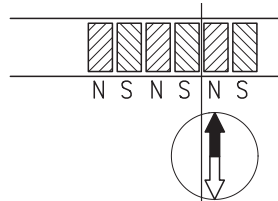

Abb. 15: Ermittlung der Polarität. Trennung des Magnetbandes.
- Wenn erforderlich mit Kompassnadel kontrollieren, wo sich die Pole am Magnetband befinden (Abb. 15).